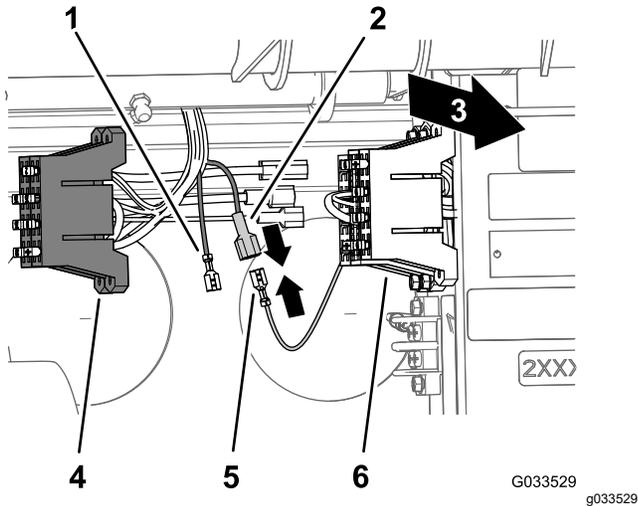

Рисунок 25
- Найдите неизолированную гнездовую клемму на конце открытого желтого провода питания блока предохранителей машины и изолированную клемму с плоским штырем на конце желтого провода дополнительного питания, относящегося к блоку предохранителей проводки опрыскивателя (**Рисунок 25**).
- Подсоедините неизолированную гнездовую клемму блока предохранителей автомобиля к изолированной клемме с плоским штырем блока предохранителей опрыскивателя (**Рисунок 25**).